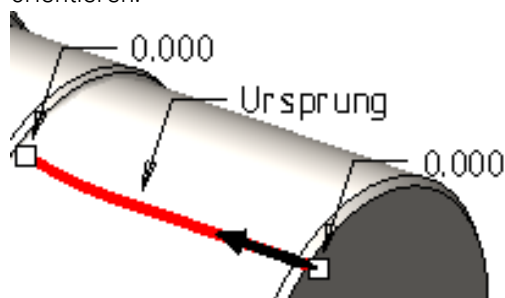

Abb. 6 Startpfeilorientierung
- Referenzen ▶ Ursprung: Skizze für Keilnut (Abb. 6) wählen (evtl. Vorauswahl durch [RMT]) ▶ Startpfeil ggf. anklicken, um die Startposition auf die Wellenstirnseite zu orientieren:
-  Skizze ▶  Referenzen: Mantelfläche des Keilwellenabsatzes (Abb. 6) als Referenz wählen